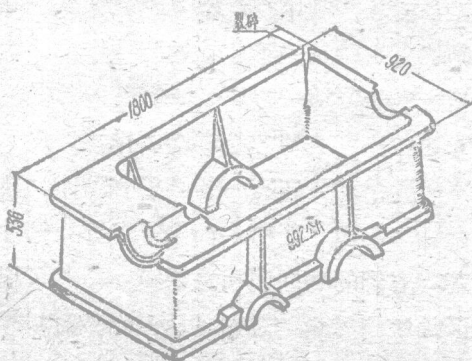

图 3
1. 最突出的是阻碍铸件的收缩，我们有不少铸件裂碎、报废，就是受芯骨的阻撑造成的（如图3）。